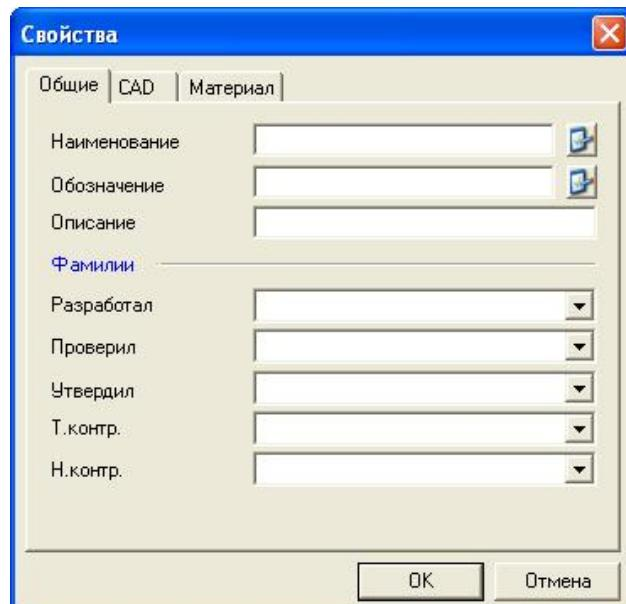

Рисунок 21. Диалог "Карточка документа"
2. В появившемся окне "Свойства" (рис. 21) заполняем общие данные, путем ввода с клавиатуры. В графе "Наименование" вводим "Втулка", в графе "Разработал" пишем свою фамилию. В графе "Проверил" фамилию преподавателя.